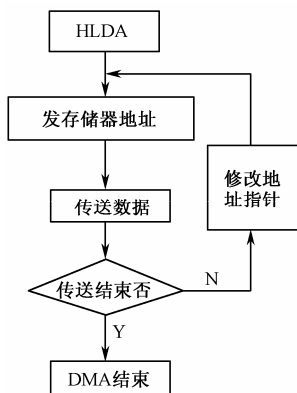

图 6-12 DMA 工作流程图
- ① 能向 CPU 发出 HOLD 信号。
- ② 当 CPU 发出 HLDA 信号后，接管对总线的控制，进入 DMA 方式。
- ③ 发出地址信息，能对存储器寻址，能修改地址指针。
- ④ 能发出读或写等控制信号。
- ⑤ 能决定传送的字节数，判断 DMA 传送是否结束。
- ⑥ 发出 DMA 结束信号，使 CPU 恢复正常工作状态。
- 通常 DMA 的工作流程如图 6-12 所示。